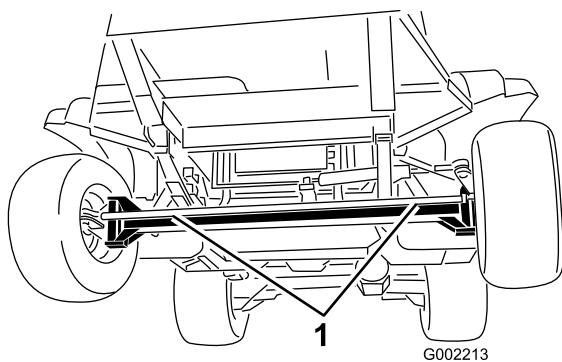
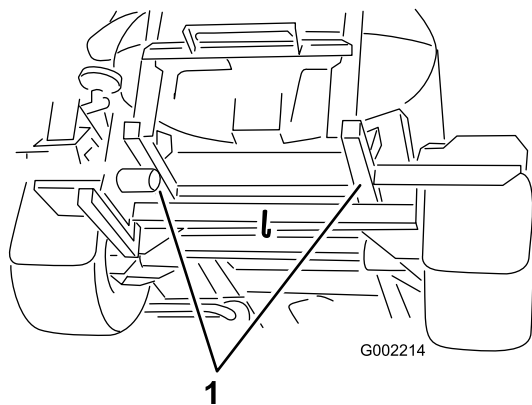

図 29
図 30
2. 牽引ロープを取り付ける。車両前後のロープ掛けポイントについては図 29 と 図 30 を参照。